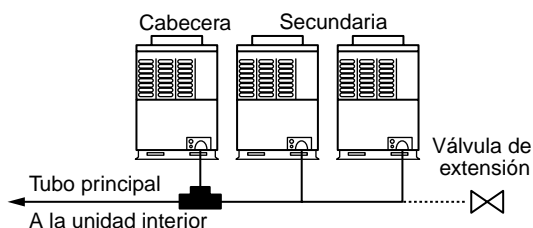

Figura 1
- 1) Asegúrese de utilizar una unidad de cabecera como unidad exterior principal para conectar al tubo principal. (Figura 1)